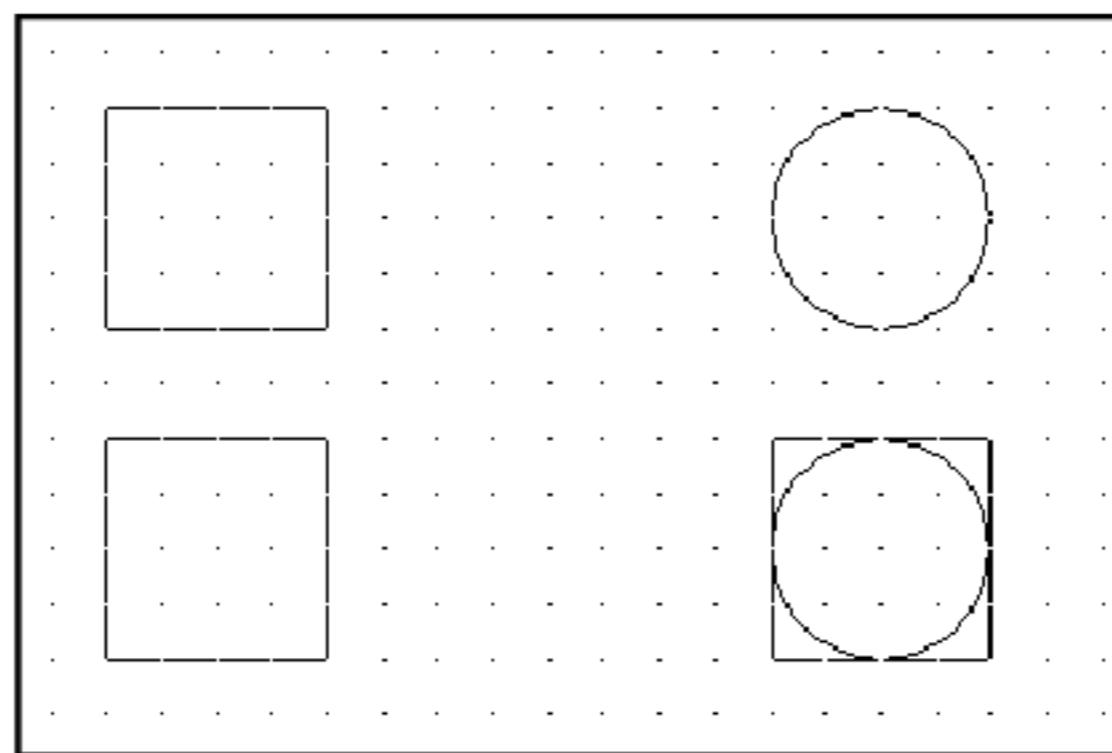

Рис. 2.
4. Вызовите команду *Стереть*. Выделите средний квадрат в нижнем ряду с помощью рамки, а равносторонний треугольник вверху с помощью секущей рамки. Для этого поместите квадратный маркер в область чертежа так, чтобы он не пересекал ни один объект, и выполните щелчок мышью. Этим вы обозначите угол рамки выбора. Переместите мышь вправо, и вы сформируете рамку. Выполните щелчок для фиксации второго угла рамки. Если перемещать мышь влево, сформируется секущая рамка. Удалите объекты, нажав клавишу <Enter> (см. Рис. 2). Затем с помощью команды *Ой* восстановите объекты.